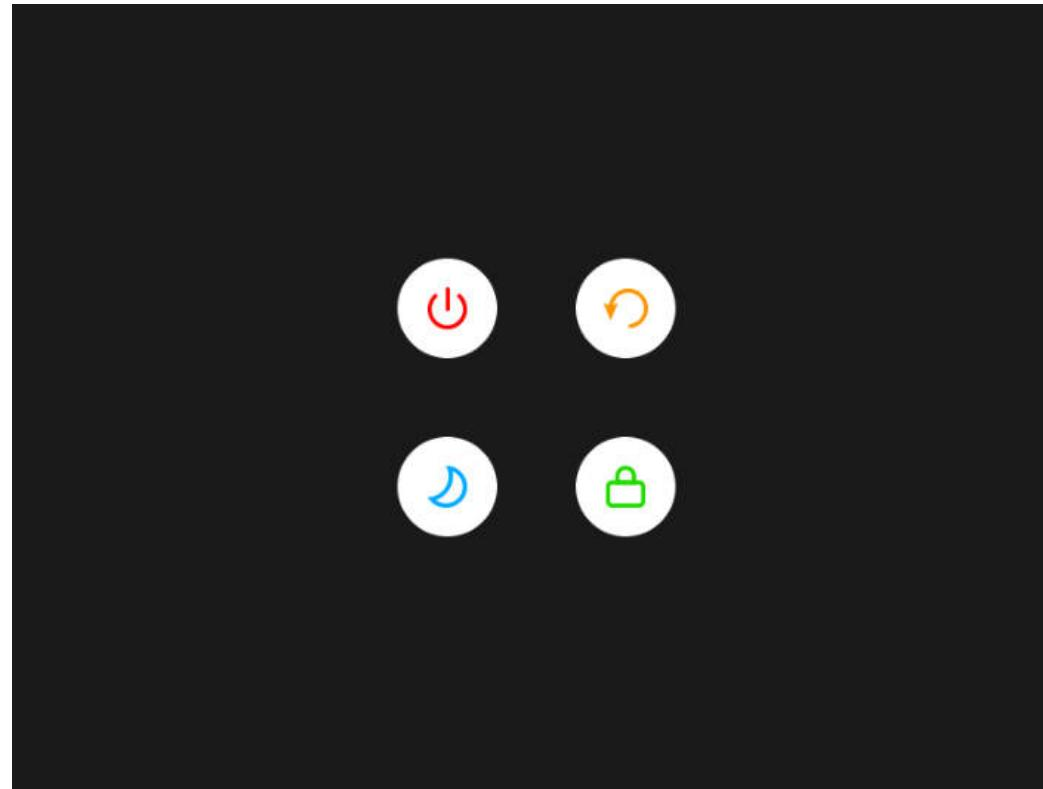

图13-12 关机界面
长按电源键(⑩)，将进入关机界面，见图 13-12。关机界面上包含 4 个选项：关机、重启、待机、锁屏。